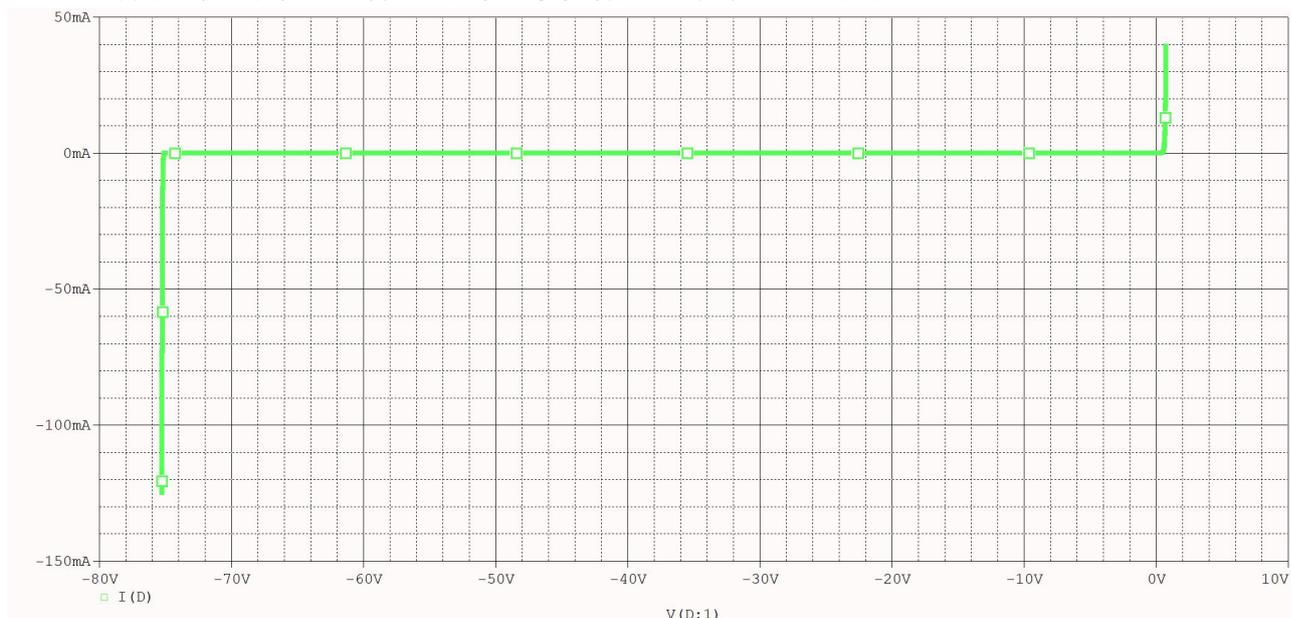

图 5.4 二极管的伏安特性曲线
②为了得到二极管的伏安特性曲线，应该将横坐标变量变为二极管两端的电压。选择二极管电压 V (D:1) 作为 X 轴坐标变量，得到二极管的伏安特性曲线，如图 5.4 所示。